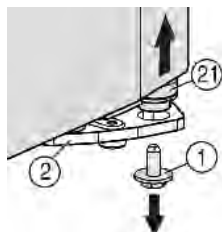
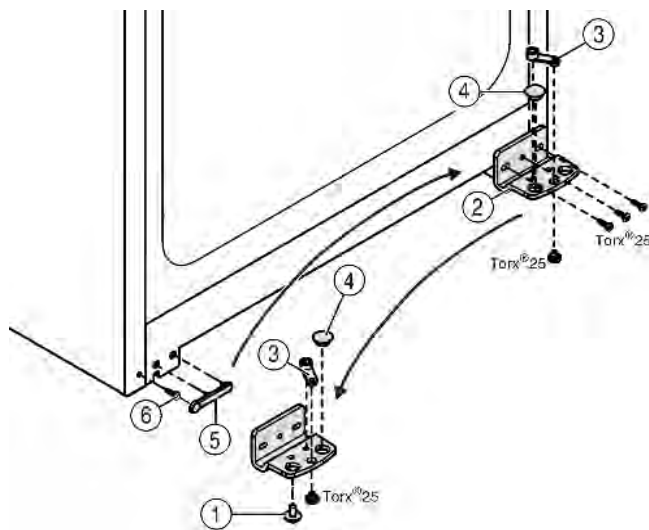

Fig. 4
Fig. 5
- Внизу справа на опорном кронштейне выкрутите фиксирующий винт Fig. 4 (1).
- Опорный палец Fig. 4 (21) можно извлечь из опорного кронштейна Fig. 5 (2).
- Если не удастся извлечь опорный палец Fig. 4 (21), нажмите на него снизу.
- Открутите опорный кронштейн Fig. 5 (2).
- Открутите опорную деталь Fig. 5 (3) и, переставив в отверстие на противоположной стороне опорного кронштейна, снова прикрутите.
- Извлеките заглушку Fig. 5 (4) из опорного кронштейна и переставьте ее в отверстие на противоположной стороне опорного кронштейна.
- Осторожно снимите крышку со стороны ручки Fig. 5 (5).
- Выкрутите болт Fig. 5 (6) и вкрутите на противоположную сторону.
- Снова установите крышку Fig. 5 (5).
- Снова прикрутите опорный кронштейн Fig. 5 (2) на новой стороне шарнира (с моментом 4 Нм). При необходимости используйте аккумуляторный шуруповерт.
- Вкрутите фиксирующий винт *Fig. 4 (1)* внизу в опорный палец и затяните **(с моментом 4 Нм)**.